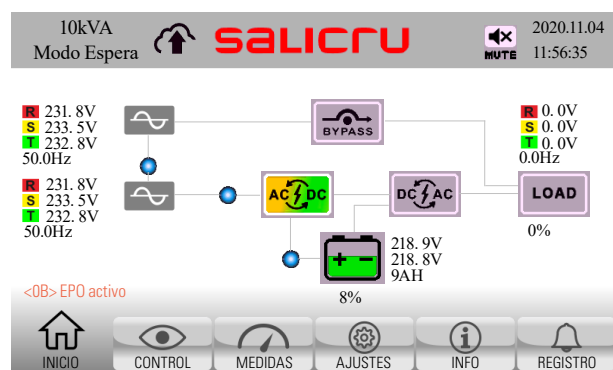

Fig. 58. Pantalla Principal con paro de emergencia EPO activado. No hay tensión de salida.
2. Aparece nueva alarma <0B> "EPO activo" en el panel de control, y el equipo transfiere automáticamente a modo espera (Fig. 58).